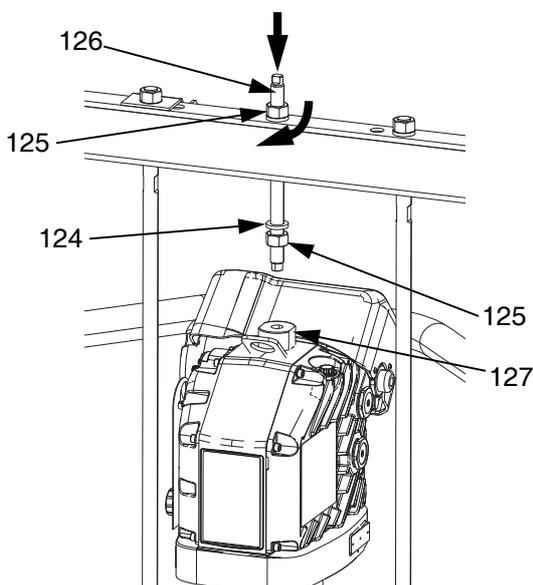

FIG. 30
- b. Faire glisser la tige filetée (126) dans l'orifice central de la barre transversale. Installer les rondelles de verrouillage (124) et les écrous (125) sur la tige filetée (126), au-dessus et en dessous de la barre transversale. Utiliser une clé pour maintenir l'adaptateur de l'anneau de levage (127) et serrer la tige filetée (106) sur l'adaptateur de l'anneau de levage (127) à l'aide d'une autre clé. Voir la FIG. 30.
- c. Serrer l'écrou (125) en dessous de la barre transversale à un couple maximum de 34 N•m (25 ft-lb) maximum.
- d. Serrer l'écrou (125) au-dessus de la barre transversale pour verrouiller le moteur en place.